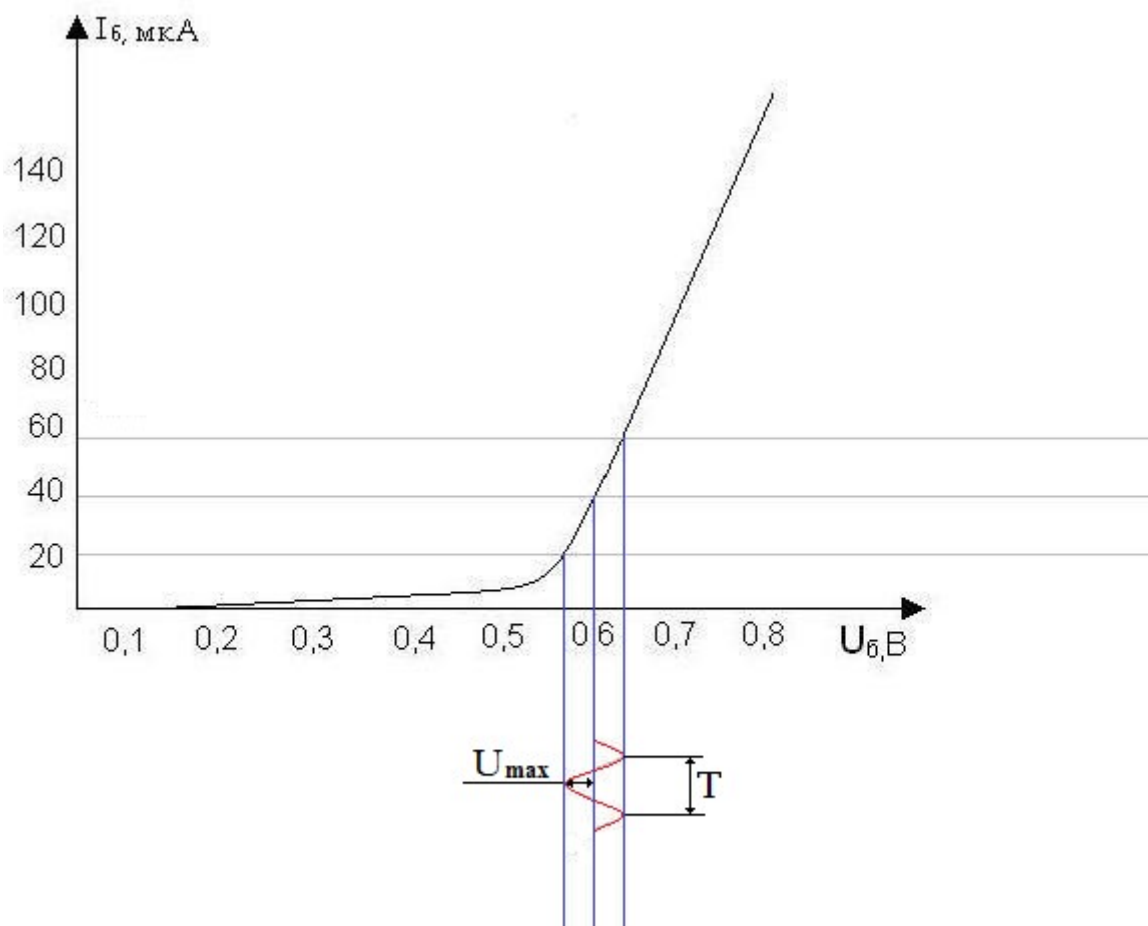

Рисунок 1-Статическая входная вольт-амперная характеристика транзистора
1. На статической входной ВАХ для транзистора КТ315А определить:  $I_b$  при  $U_{р.т.} = 0,6\text{ В}$ , для  $U_{мвх.} = 50\text{ мВ}$ ,  $T = 1 \cdot 1000\text{ Гц}$ . Рисунок 1.